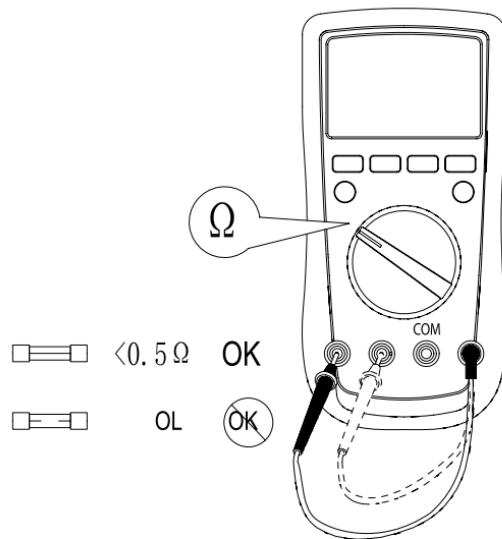

图13
- 2 在测量电流、三极管hFE时，仪表显示毫无反应，应立即检查仪表内置相关保险丝管有无被烧断，如确认保险丝管已被烧断，应立即按原规格更换保险丝管（详见图13）